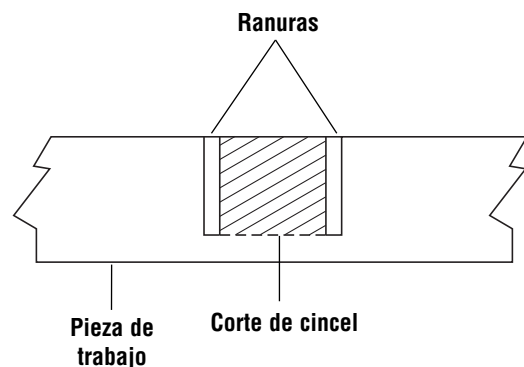

Figura 33a. Ranura cortada de modo basto
5. Use un cincel para madera o haga múltiples pasadas deslizando la madera hacia un lado para quitar el material que está entre las ranuras exteriores (Figura 33a).